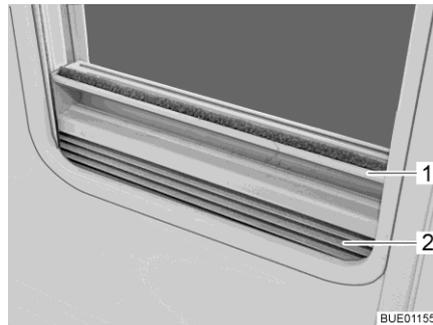

Bild 55 Faltverdunklung
- Schließen:** ■ Die Faltverdunklung (Bild 55,2) in der Mitte der Griffleiste (Bild 55,1) fassen, von unten nach oben ziehen und auf der gewünschten Höhe loslassen. Die Faltverdunklung bleibt in dieser Höhe stehen.